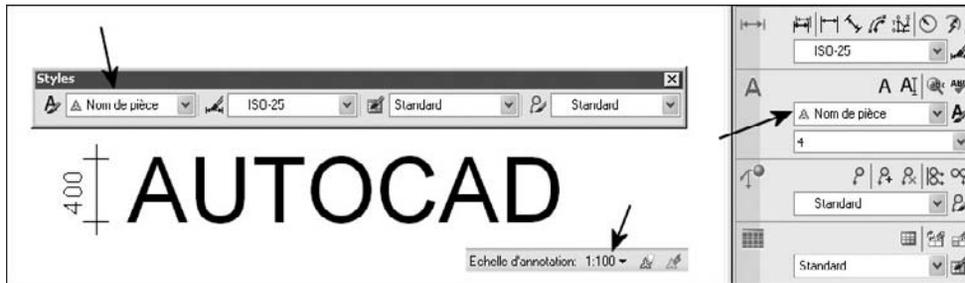

Fig.13.4
**Pour créer un texte annotatif d'une seule ligne, la procédure est la suivante (fig.13.4):**